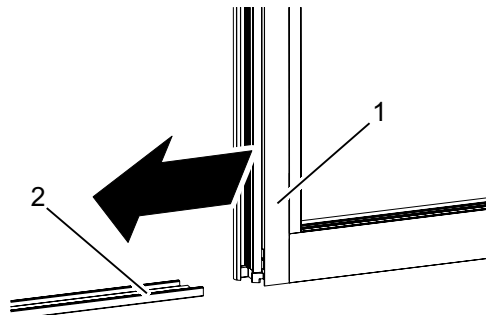

Abb. 11: Festteil
5. Festteil (Abb. 11/1) an vorgesehene Position schieben und mit der Unterkante auf das Sockelprofil (Abb. 11/2) schieben.